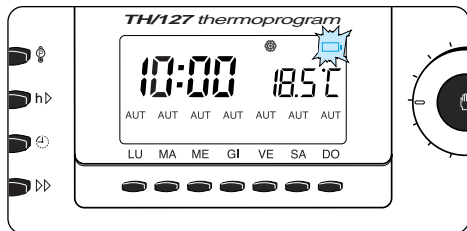

Fig. 47
14.1 - Spostare verso destra il chiavistello A situato sul fondo (fig. 47) ed aprire l'apparecchio.